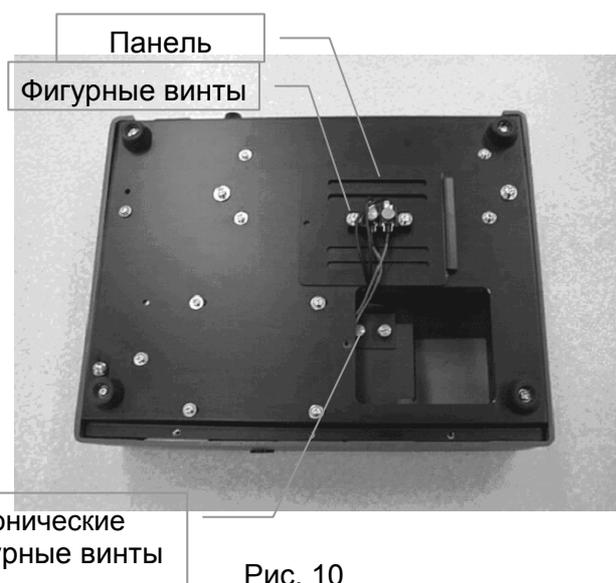

Рис. 10
- (1) Снимите фигурный винт на нижней панели прибора, после этого панель с лампой может быть отсоединена, как показано на рисунке 9.
- (2) Удалите два фигурных винта, которые фиксируют провода лампы к панели, и отсоедините провода. (Рис.10)
- (3) Удалите 2 конических фигурных винта, показанных на рисунке 10, и выньте лампу, как показано на рисунке 11.
- (4) Надавите головку лампы в сторону разъема и поверните ее по часовой стрелке для совмещения позиции выемки шайбы разъема с небольшим выступом лампы, затем выньте ее из разъема.
- (5) Замените лампу и повторите процедуру в обратном порядке.